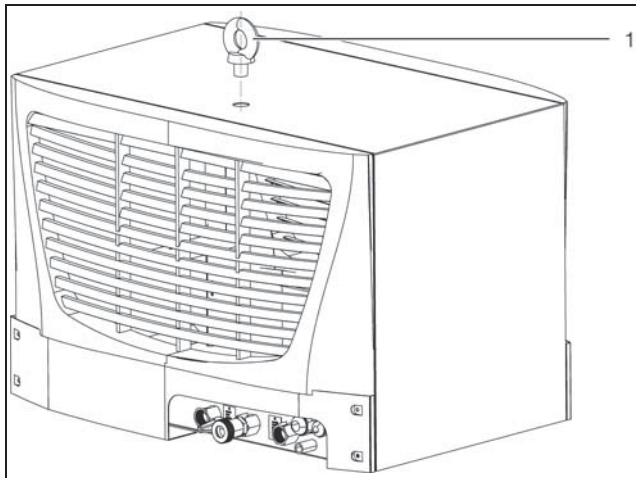

Imagen 17: Perno para transporte (imagen 3318.600, como ejemplo)
- Transporte el aparato únicamente sobre el palé suministrado o mediante el perno previsto para ello (imagen 17, pos. 1).